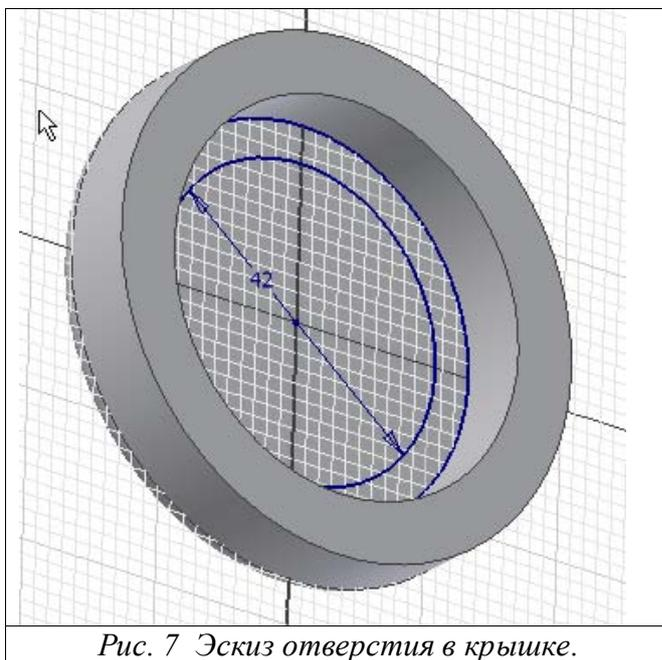

Рис. 7 Эскиз отверстия в крышке.
1. Выберите на главной панели инструментов команду **Sketch** , а затем выполните щелчок на внутренней грани модели (рис. 7). На экране появится сетка.
4. При помощи команды **General Dimension**  установите размер вновь созданной окружности равный 42 миллиметрам в диаметре (рис. 7.).